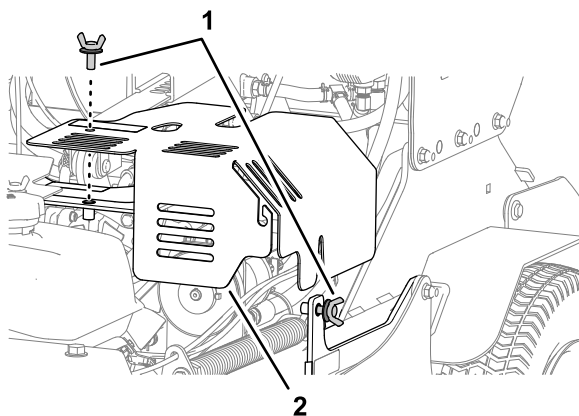

Figura 50
2. Retire el tornillo de mariposa superior, afloje el tornillo de mariposa lateral y retire la tapa izquierda del compartimento hidráulico (Figura 50).
5. Alinee el taladro y la ranura de la tapa izquierda del compartimento hidráulico con los soportes de la máquina, y sujete la tapa con los 2 tornillos de mariposa (Figura 50).